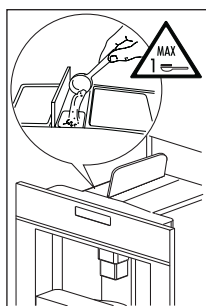

Fig. 26
- ▶ Levante la tapa central, coloque una dosis de café premolido en el embudo (Fig. 26), empuje hacia detrás el aparato y proceda tal y como se describe en la sección „Hacer café con granos de café“.